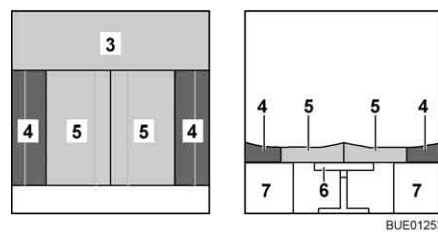

Fig. 94 Après la transformation
- Placer les coussins de dossier (Fig. 94,4) sur la paroi extérieure. Observer la forme deltoïde.
- Enfoncer les deux coussins d'assise (Fig. 94,5) entre les coussins de dossier. Observer la forme deltoïde.